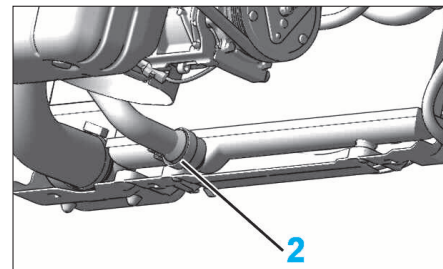

FIG. 34
- Vidanger le radiateur de refroidissement moteur en désaccouplant la durit inférieure (2) du radiateur (Fig.34).